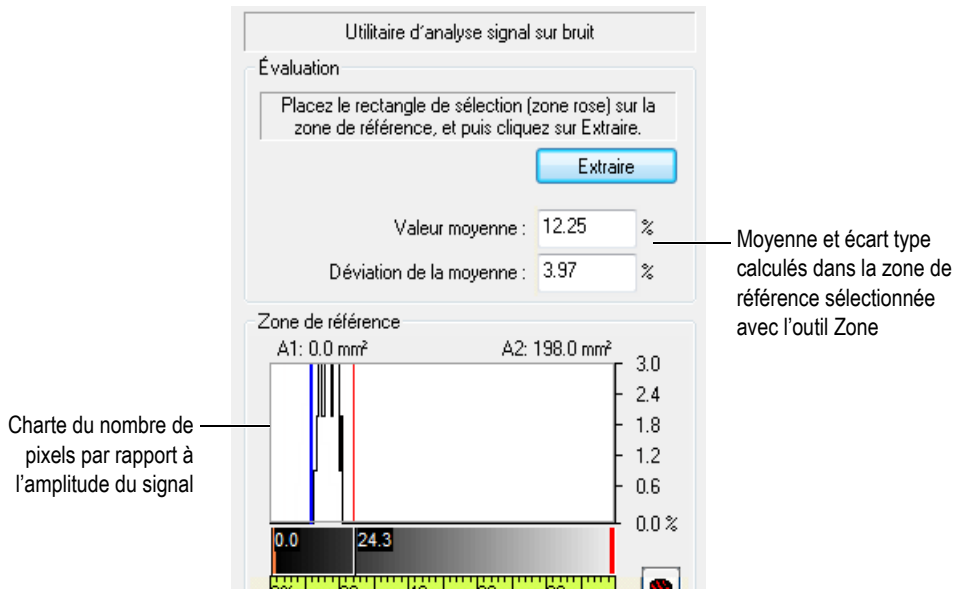

Figure 7-30 Exemple de résultats d'analyse d'une zone de référence
3. Cliquez sur **Extraire** dans la boîte de dialogue **Utilitaire d'analyse SNR**. TomoView calcule la valeur de moyenne et d'écart type dans la zone de référence, et puis affiche une charte de distribution du nombre de pixels en fonction de l'amplitude du signal (voir la Figure 7-30 à la page 387).